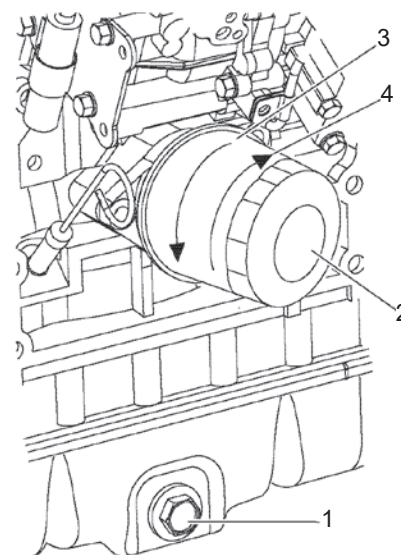

Рис.56
6. Снимите пробку слива масла (1, Рис. 56) с масляного поддона двигателя. Дайте маслу стечь.
7. После того как все масло слито из двигателя, установите на место пробку слива масла (1, Рис. 56) и затяните ее с усилием 40–47 фут-фунтов (53,9–63,7 Нм, 5,5–6,5 кгс·м).
1. Поверните масляный фильтр двигателя (2, Рис. 56) против часовой стрелки (3, Рис. 56) с помощью ключа для масляного фильтра.
3. Слегка смажьте прокладку нового масляного фильтра моторным маслом. Установите новый масляный фильтр двигателя вручную, поворачивая его по часовой стрелке (4, Рис. 56) до тех пор, пока он не коснется установочной поверхности. Затяните моментом 14–17 фут-фунтов (19,6–23,5 Нм, 2,0–2,4 кгс·м) или на один дополнительный оборот с помощью ключа для масляного фильтра